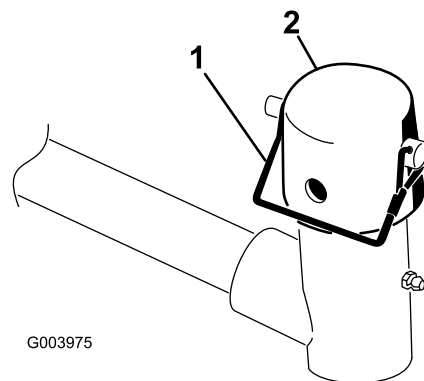

図 7
7. 昇降アームのピボット・ヨークからスナッパ・ピンとキャップを取る（図 7）。
11. スナッパ・ピンを使って、キャップとキャリア・フレームのシャフトとを昇降アームのヨークに固定する。カッティングユニットをステアリング・モードで使う場合はスロットを使い、固定モードで使用する場合には、穴を使う（図 7）。